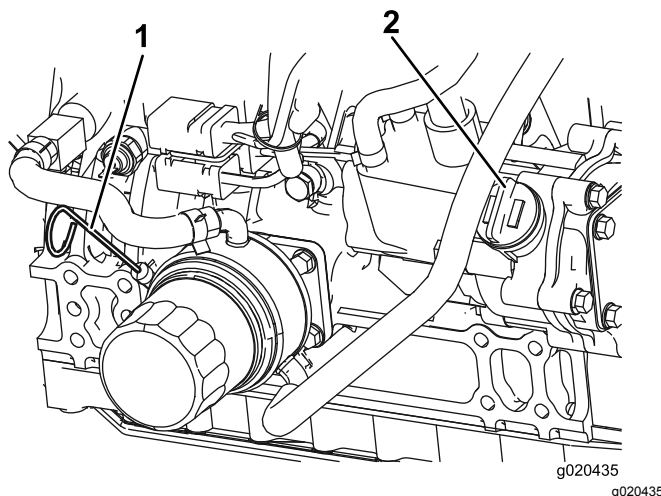

Figure 16
Le niveau d'huile doit se situer dans la plage de sécurité (Figure 16).
4. Si le niveau d'huile ne se situe pas dans la plage de sécurité, enlevez le bouchon de remplissage (Figure 16) et faites l'appoint jusqu'à ce que le niveau correct soit atteint. **Ne remplissez pas excessivement.**